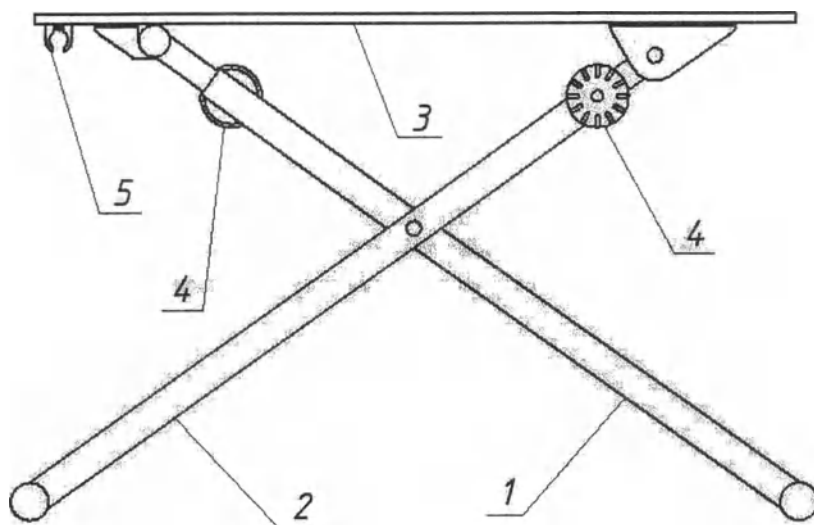

Рисунок 1
Парта (рис.1) состоит из основания, состоящего из двух дуг (1) и (2), столешницы (3) и фиксатора парты в сложенном состоянии (5). Столешница может регулироваться по высоте выдвижением труб и закреплением с помощью фиксаторов (4) в необходимом положении. Столешницу можно установить под углом с помощью выдвижения труб с поворотными кронштейнами и фиксации их в нужном положении фиксатором (4).